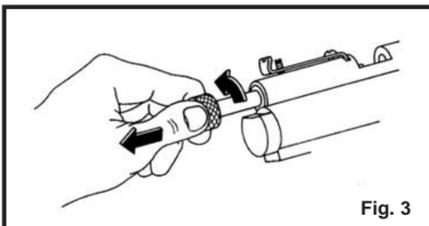

Fig. 3
- Abra el cerrojo girando el mango ¼ de vuelta en sentido contrario al de las manecillas del reloj. Amartille la pistola tirando del mango del cerrojo totalmente hacia atrás hasta que escuche dos clics y el cerrojo se quede en esa posición. (Fig. 3)